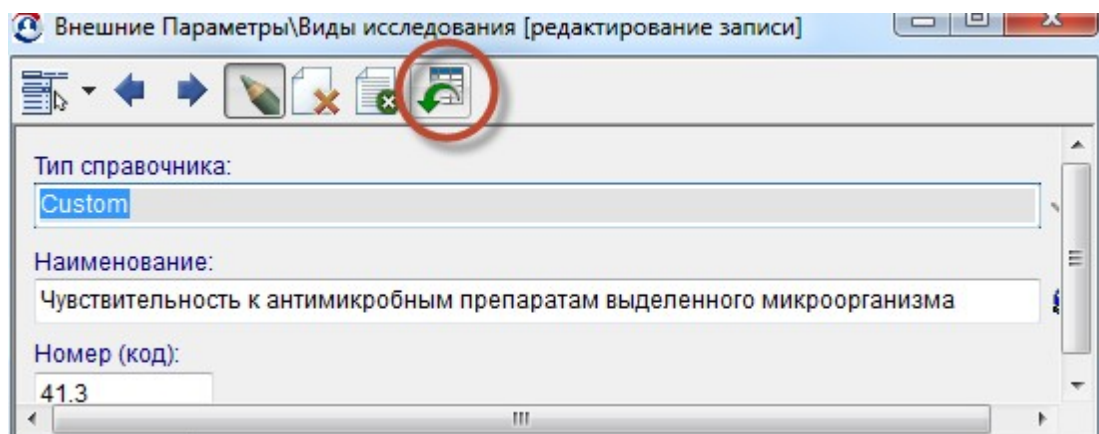

Рисунок 19.9. Вид исследования. Загрузка внешних параметров на основе методик
6. В открывшемся окне нажать кнопку **Загрузить внешние параметры на основе методик** (рис. 19.9).